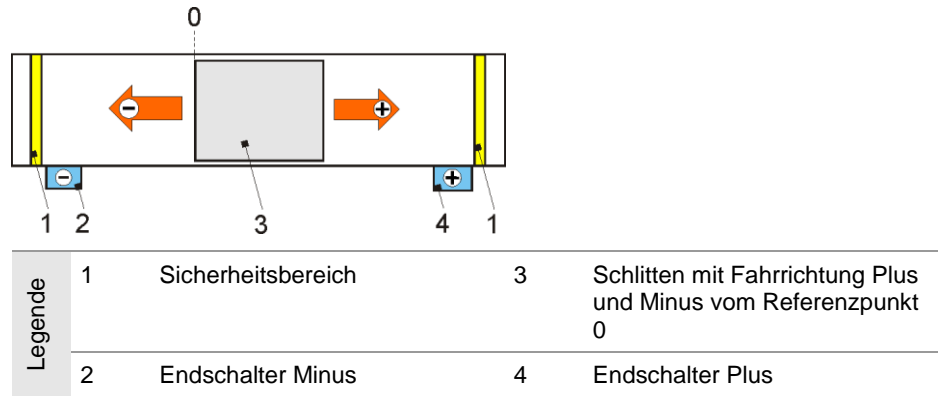

Bild 6: Beispiel Verfahrrichtung und Endschalter-Beschaltung
2. Die Drehrichtung des Motors prüfen. Sie muss die Sicherheits-Endschalter berücksichtigen (Bild 6). Ggf. die Drehrichtung des Motors ändern.